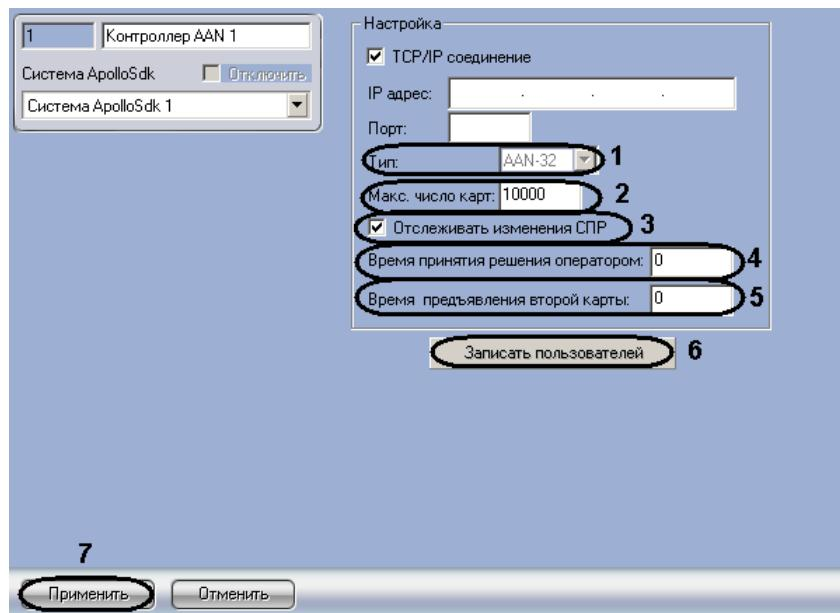

Рис. 3.3-5 Панель настроек объекта контроллер AAN
5. Из раскрывающегося списка **Тип**: выбрать тип (AAN-32 или AAN-100) контроллера AAN, в соответствии с используемым оборудованием (Рис. 3.3-5, 1).
6. В поле **Макс. число карт** ввести число максимальное число карт доступа, которые будут храниться в памяти контроллера (см. Рис. 3.3-5, 2).
7. Для активации динамической пересылки параметров доступа в контроллер установить флагок **Отслеживать изменения СПР** (см. Рис. 3.3-5, 3).
8. В поле **Время принятия решения оператором:** ввести время в секундах, которое отводится оператору на принятие решения по предоставлению или отказу в доступе (см. Рис. 3.3-5, 4).
9. В поле **Время предъявления второй карты:** ввести время в секундах, определяющее временной интервал между предъявлением первой и второй карты доступа, при превышении которого, доступ по второй карте предоставлен не будет (см. Рис. 3.3-5, 5).
10. Для сохранения внесенных изменений нажать кнопку **Применить** (см. Рис. 3.3-5, 7).
11. Для записи пользователей и прав доступа в память контроллера нажать кнопку **Записать пользователей** (см. Рис. 3.3-5, 6).